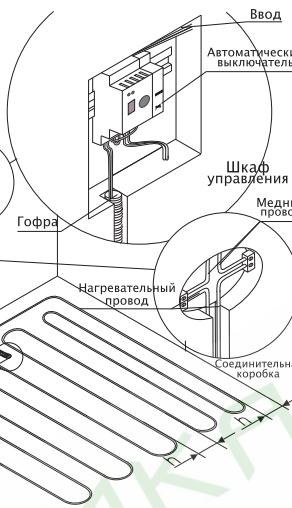

Рисунок 1. Монтаж терморегулятора и системы теплый пол
- закрепить терморегулятор в монтажной коробке. Для этого необходимо снять лицевую рамку, подцепив ее со стороны отвертки, вставленной в паз (рис. 1). Поместить терморегулятор в монтажную коробку и закрутить монтажные винты.